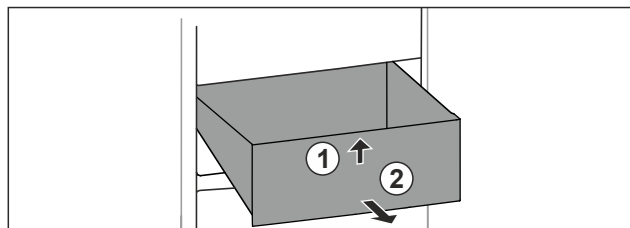

Fig. 68
- Nadvihnite zásuvku vpredu. Fig. 68 (1)
- Odoberte zásuvku dopredu. Fig. 68 (2)